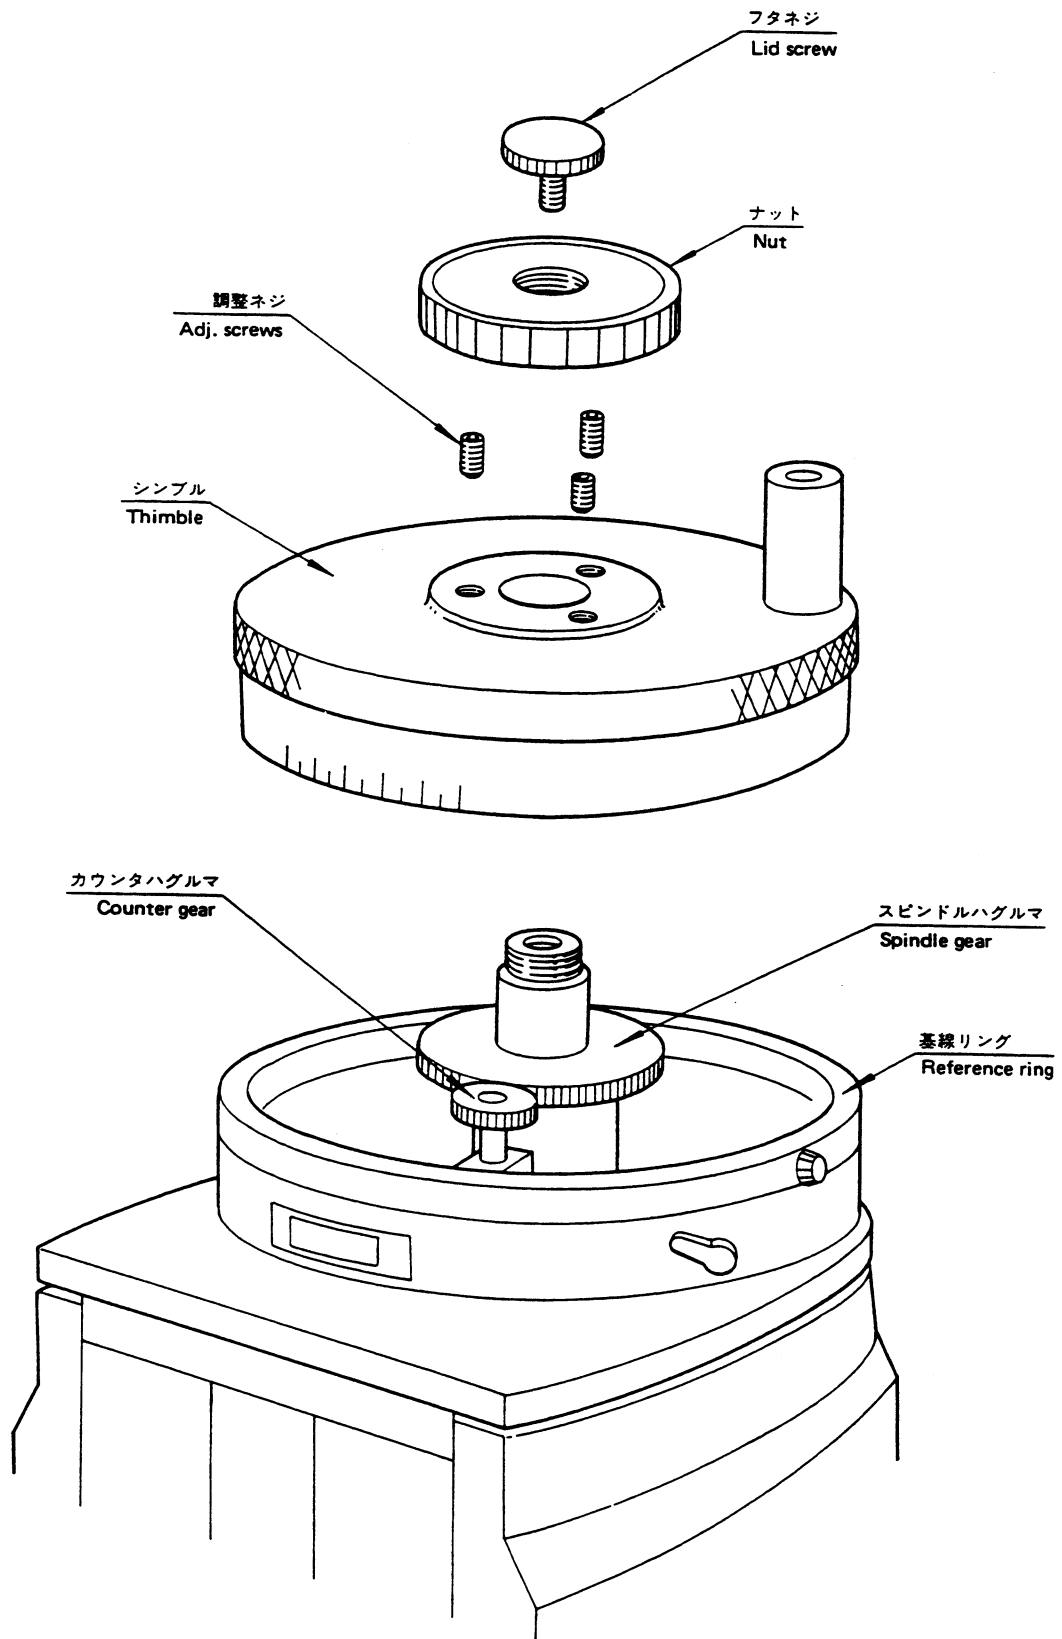

Fig. 17
- ① Fig.17に示したフタネジ及びナットを緩めシンプルをはずして下さい。
- ② シンプルがはずれたら歯車が露出しますので、この状態でカウンタハグルマを回転させ、カウンタの位置ずれを調整します。
- ③ 調整が終了したらナット及びフタネジをしっかり締めて下さい。
- 上記①～③の操作により、カウンタ位置ずれは簡単に調整することができます。
- ① Fig.17に示したフタネジ及びナットを緩めて下さい。
- ② この状態でシンプルの上面に3個の調整ネジが見えますから、六角棒レンチを用いてこの調整ネジを回すことに依りすき間が調整できます。
- ③ 調整が終了したら、ナット及びフタネジをしっかり締めて下さい。
- 上記①～③の操作により、すき間を調整することができます。
- ① Referring to Fig. 17, remove the lid-screw and nut; then remove the thimble by lifting it up straight.
- ② With the thimble removed, the counter gear can be rotated just to run the counter. Set the counter exact to 1.00mm or .100".
- ③ Reset the thimble and tighten the nut and lid-screw.
- ① Remove the lid-screw and the nut. Fig. 17
- ② Three adjusting screws can be located on the thimble. By using Allen-wrench, screw in or out the three screws to adjust the gap.
- ③ After the adjustment, tighten the nut and the lid-screw.